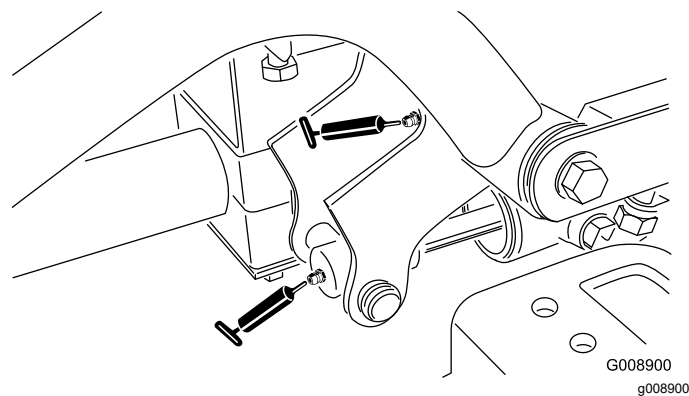

Figura 51
- Pivote y cilindro de elevación del brazo de elevación delantero derecho (2) (Figura 51)